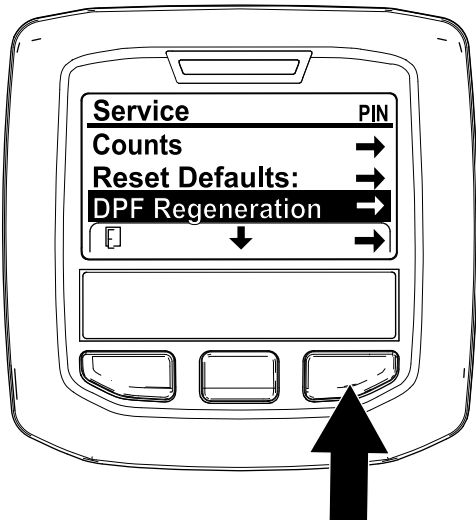

Figura 31
- Aceda ao menu de manutenção, pressione o botão central para se deslocar para a opção DPF REGENERATION (Regeneração do DPF) (Figura 31).
- Pressione o botão direito para seleccionar a entrada Regeneração do filtro de partículas de gásóleo (Figura 31).